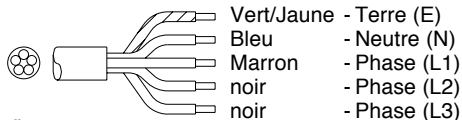

fig. 4
- (fig.4) 3N~ 400V (câble à 5 conducteurs)